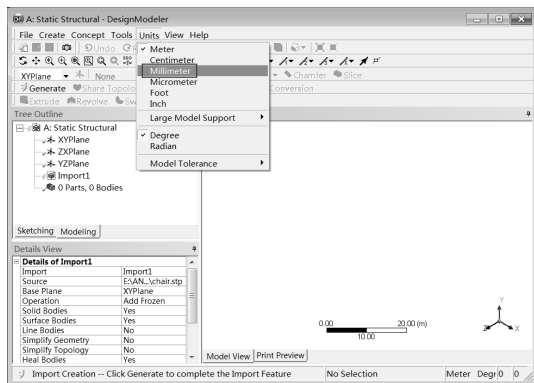

图 5-8 生成前的 DesignModeler 界面
Step3：双击项目 A 中的 A3 Geometry，此时会进入到 DesignModeler 界面，此时设计树中 Import1 前显示，选择 Units Millimeter 命令，如图 5-8 所示。